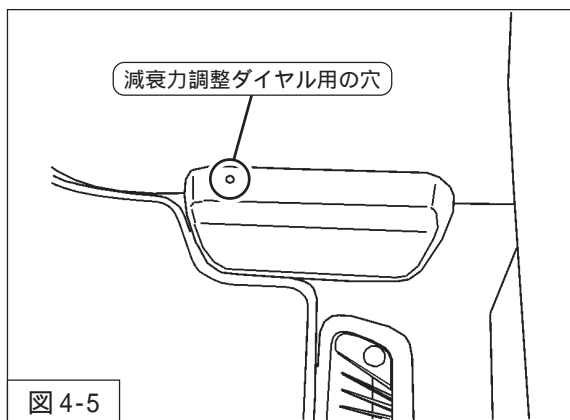

図4-5
7. リアダンパーASSY上部の内装に減衰力調整ダイヤル用の穴を開けてください。(図4-5)
本製品は、フロントダンパーASSYがストラットタイプ、リアダンパーASSYが標準タイプとなっています。リアの減衰力調整は、穴から減衰力調整ダイヤル(同梱品)を差込んで行ってください。(図4-5)